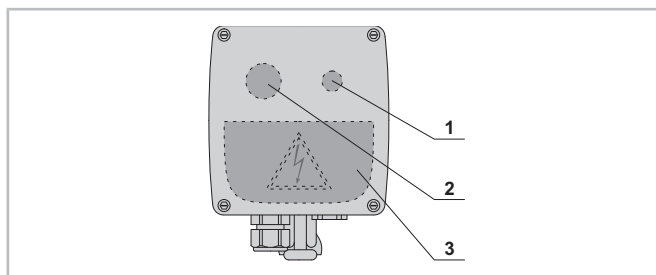

Abb. 4: Ölheizung für OA4188(A)-EX..OA25112(A)-EX, dunkelgraue Teile befinden sich unterhalb des Deckels
- Taster drücken (siehe Abbildung 4, Seite 8, Position 1).
- Sollwert am Stellrad auf 60°C einstellen (oder auf mindestens 20 K über maximaler Umgebungstemperatur). siehe Abbildung 4, Seite 8, Position 2.